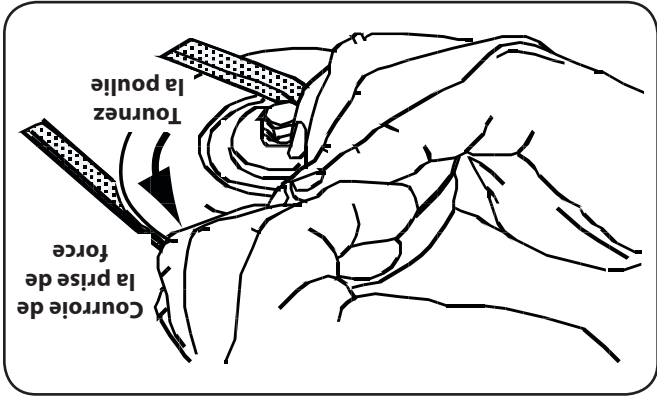

Figure 7-8
8. Tenez la courroie et la poulie ensemble et tournez la poulie vers la gauche. Continuez à tenir et à tourner la poulie et la courroie jusqu'à ce que la courroie soit bien insérée dans la prise de force. Voir la Figure 7-8.